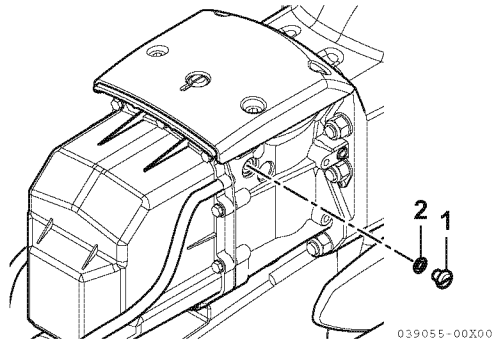

Abbildung 12
7. Ölentlüftungsstopfen (1, **Abbildung 12**) und Dichtung (2, **Abbildung 12**) entfernen. Öl vollständig ablassen.